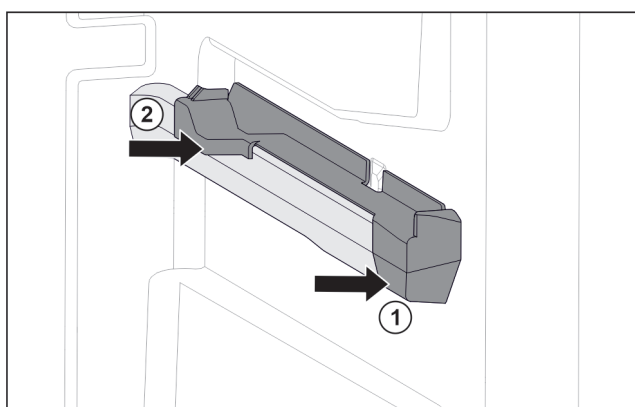

Fig. 84 Insteekelement op rechter containerrib
- Insteekelement voor tegen containerrib plaatsen. Fig. 84 (1)
- Insteekelement achter aandrukken. Fig. 84 (2)